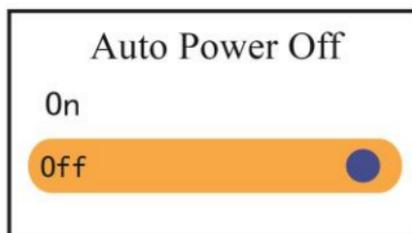

Figura 4.10E Impostazione Spegnimento automatico
- Auto power off: Per accendere/spgnere la modalità spegnimento automatico; l'impostazione predefinita è su "On", come mostrato nella figura 4.10E.